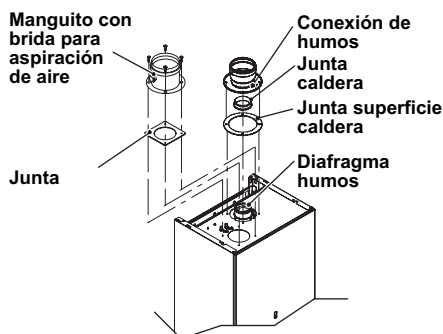

Figura 5.9
**Para los diafragmas de humos/aire y las longitudes máximas, consulte la Figura 5.9 y la Figura 5.12.**